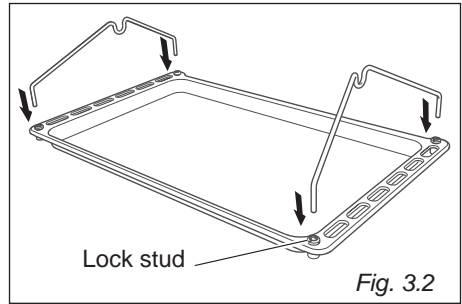

Fig. 3.2
1. **Prepare the rotisserie support** (fig. 3.2).